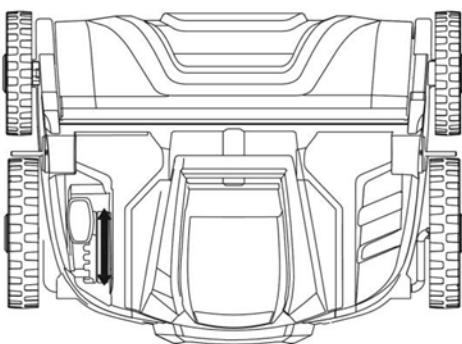

Fig.6.1
Substituição do rolo (Fig. 6.1 - 6.5)
- Colocar o aparelho do lado do motor num local seco e desapertar o parafuso de orelhas rodando-o no sentido contrário ao dos ponteiros do relógio para abrir o fecho (Fig. 6.1 - 6.2).